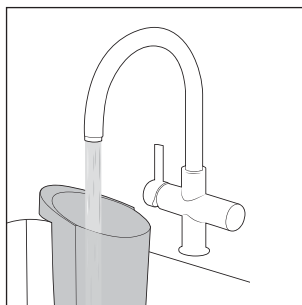

Fig. 23
- ♦ Rincez le réservoir d'eau sale **2** à l'eau courante chaude (voir fig. 23).